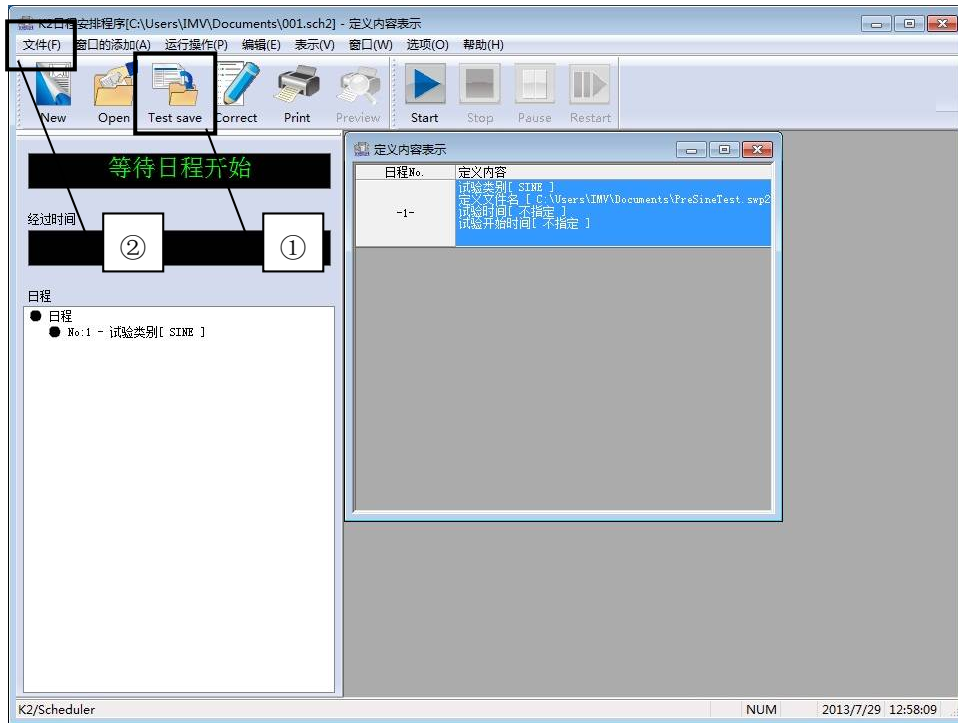

Fig. 2-4-1 日程表定义完成画面
对于上述定义的日程表可以命名并保存。日程表的定义结束的画面被表示在Fig. 2-4-1。定义内容的保存，通过在 Fig. 2-4-1 的工具栏按①「保存」或者 从菜单的②「文件」中选择「保存」或「另存为」来进行。